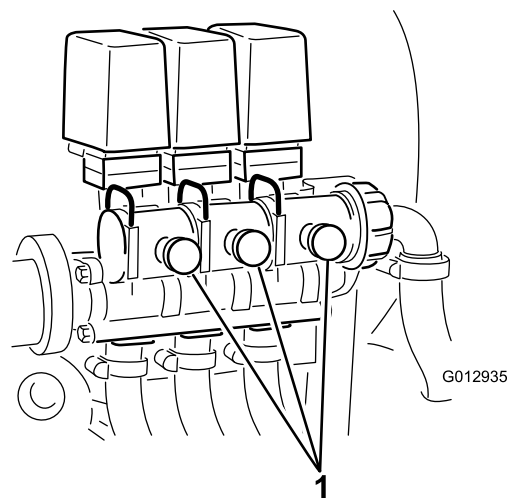

Рисунок 24
9. Отрегулируйте перепускной клапан стрелы (Рисунок 24) на задней стороне клапана управления стрелой так, чтобы показание давления по манометру стало таким же, каким оно было в пункте 7.